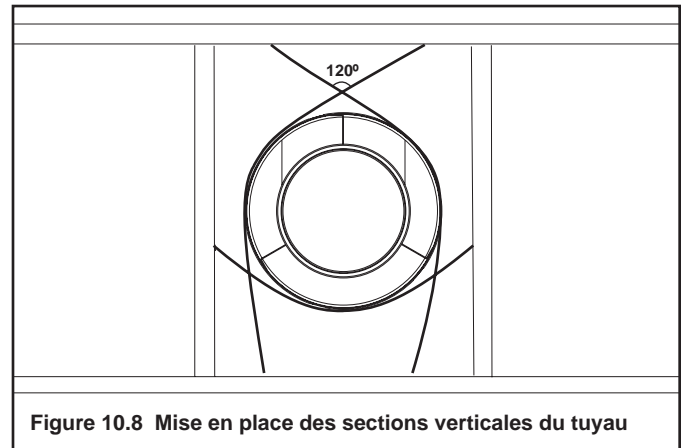

Figure 10.8 Mise en place des sections verticales du tuyau
- Des supports à conduit ou des bandes de cerclage (séparés par un angle de 120°) peuvent être utilisés pour soutenir les sections du conduit d'évacuation. Voir les figures 10.8 et 10.9.